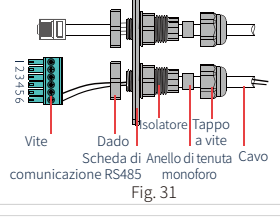

Fig. 31
1. Inserire il cavo attraverso la piastra, come mostrato in Fig. 31.